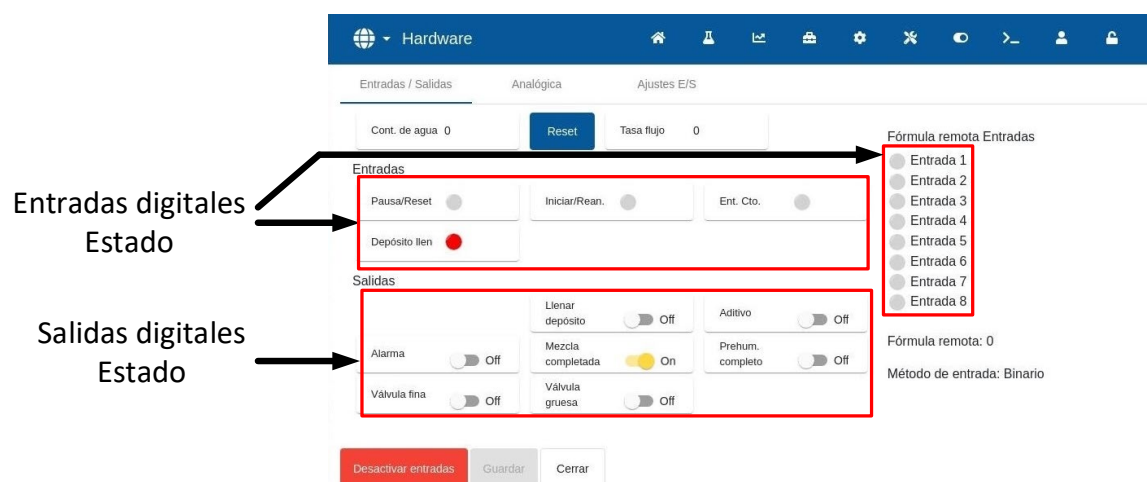

Figura 26: Página Prueba de E/S
Las entradas y salidas digitales pueden comprobarse mediante la página «Entradas/Salidas» de la pantalla «Hardware» (consulte la Figura 26).
1. Vaya a la página «Entradas/Salidas» de la pantalla «Hardware» (consulte la Figura 26). Pulse el botón «Reiniciar» si el valor del «Contador de agua» no es «0».